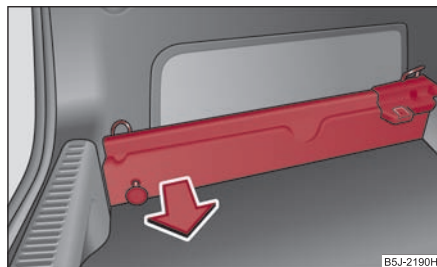

Fig. 85 Portbagajul: Scoaterea șinelor
- Apucați șina (A) ⇒ fig. 85 și scoateți-o trăgând în sensul indicat de săgeată. La demontarea șinei de pe partea cealaltă a portbagajului, procedați în mod asemănător.